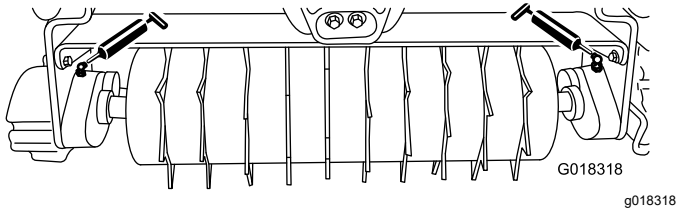

Figure 7
Lubrifiez les 2 graisseurs (Figure 7) situés sur chaque unité d'aération avec de la graisse au lithium n° 2 toutes les 15 heures d'utilisation. Pour obtenir des résultats optimaux, utilisez une pompe à graisse manuelle.
2. Essuyez chaque graisseur (Figure 7) avec un chiffon propre.